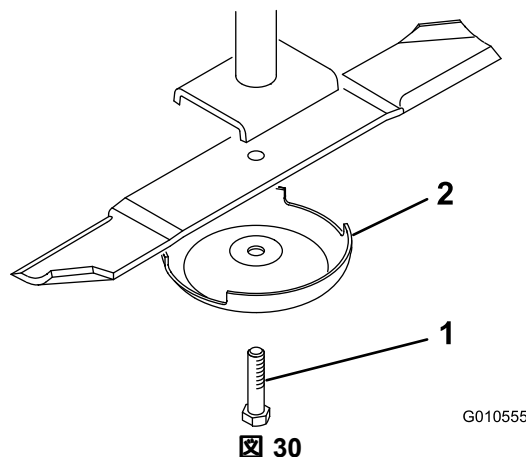

図 30
2. ぼろきれや厚いパッドの入った手袋を使ってブレードの端部をしっかりと握る。スピンドルのシャフトからブレードボルト、芝削り防止カップ、ブレードを取り外す 図 30。